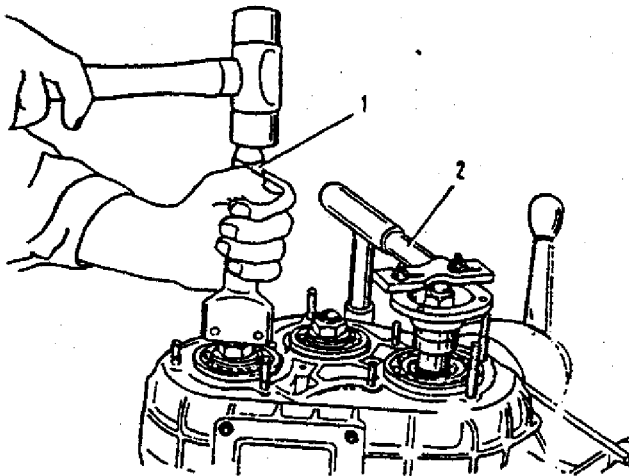

Fig. 3-40. Aperto das porcas das árvores: 1 - mandril 67.7820-9520; 2 - retenção do flange da árvore.
6. Ao apertar as porcas das árvores da caixa de transferência, utilizar-se do mandril 67.7820-9520 (fig. 3-40).